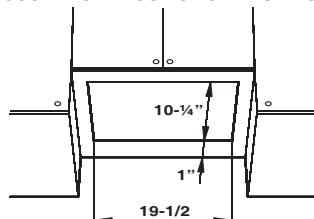

Fig. 5
- Découpez un trou au fond du meuble en utilisant les dimensions reportées dans la fig.5.